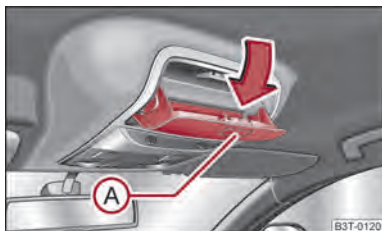

Fig. 97 Escotadura del revestimiento interior del techo: Compartimento guardagafas
- Presione la tecla (A) ⇒ fig. 97, el portaobjetos se abatirá hacia abajo.